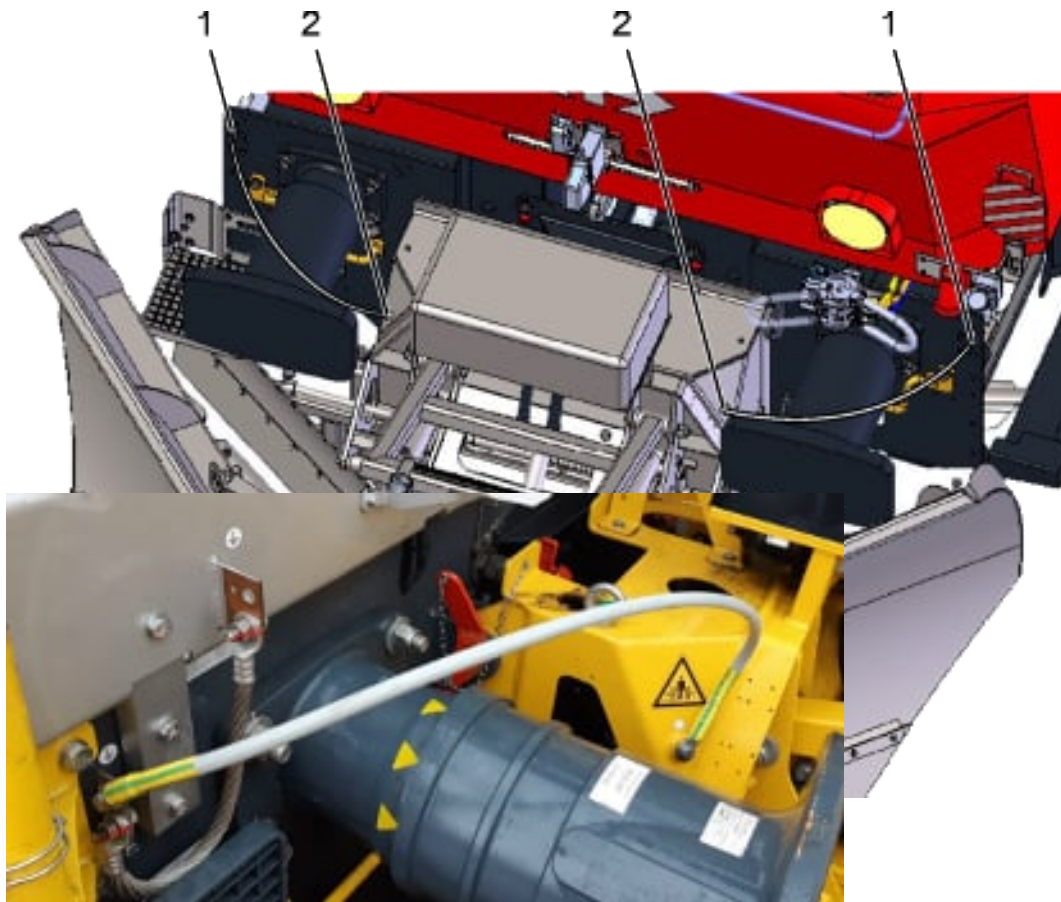

Abb. 11: Erdung Schneepflug
2. Hydraulikanschluss des Schneepflugs mit der hydraulischen Multikupplung (3) am Fahrzeug verbinden.
3. Elektrischen Anschluss des Schneepfluges mit der Kupplungsdose (5) am Fahrzeug verbinden.
4. Erdungspunkt des Schneepfluges mit Erdungspunkt am Fahrzeug verbinden, siehe Abb. 11.
6. Frontpflug Höheneinstellung kontrollieren, ganz abgesenkt ca. 25-35 mm ab SOK muss der Frontpflug eingestellt werden, siehe Abb. 11